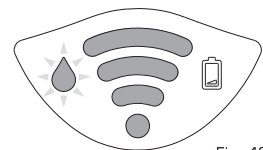

Fig. 48
8. **Abra** la llave del agua fría en el grifo nuevamente instalado para hacer correr agua por el Sistema de tratamiento de agua con carbón. Asegúrese de que la pantalla muestre segmentos parpadeantes **de color verde de gota de agua y filtro completo** (Fig. 48). De lo contrario, consulte la sección de Reparación (pág. 8).